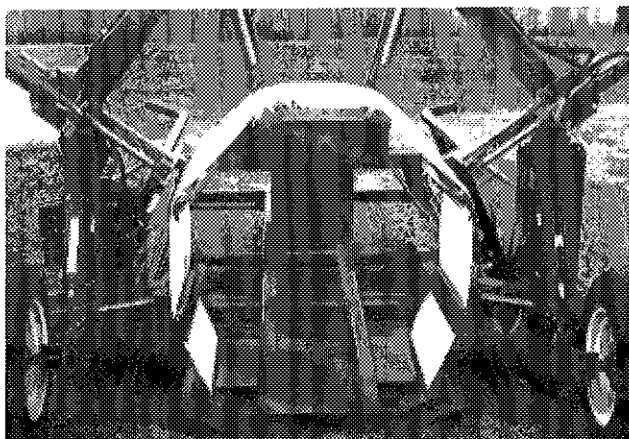

Figure 26
- 4) Dans cette étape il s'agit de **TENDRE MODÉRÉMENT** le tube. Positionner chaque paire d'extenseurs de façon à apercevoir le bout du tube interne de l'extenseur dans le trou témoin du tube guide. (Fig. 25 et fig. 26)